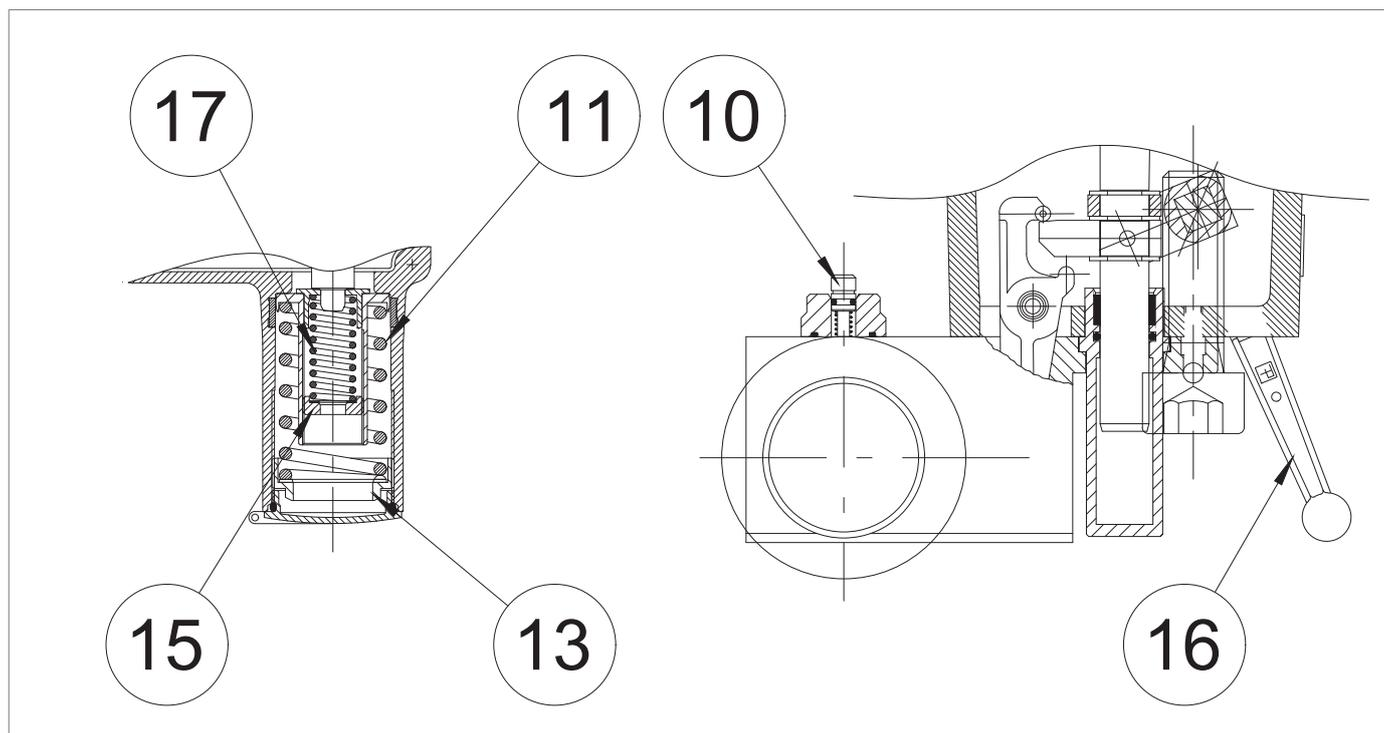

Рис. 8.34. Калибровка реле давления моделей 102M/102MH - 105M/105MH
2	<p>Проверить, что ПЗК (9) находится в положении закрытия.</p> <p>! ВАЖНАЯ ИНФОРМАЦИЯ!</p> <p>Если ПЗК (9) находится в позиции открытия, закрыть его с помощью ручной кнопки (Рис. 8.34, дет. 10).</p>